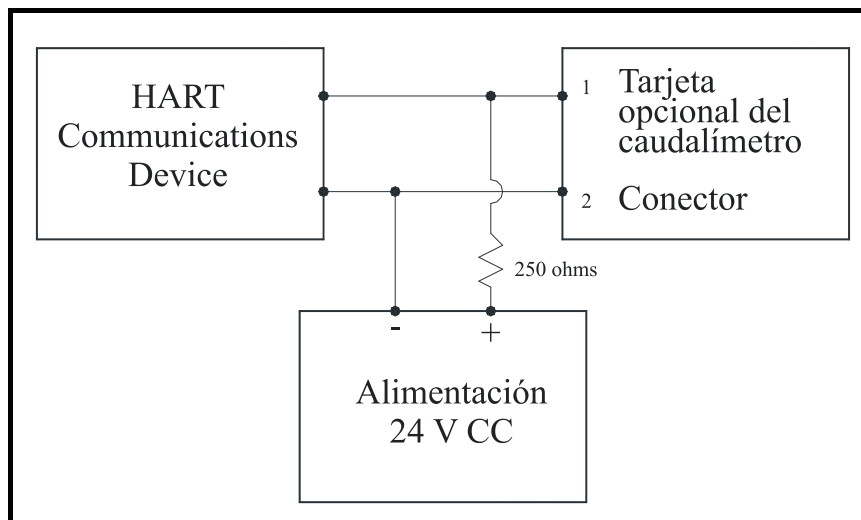

Figura 1: Cableado de la tarjeta opcional
3. Conecte la tarjeta opcional HART y el dispositivo HART como se indica en la figura 1 de la página siguiente.